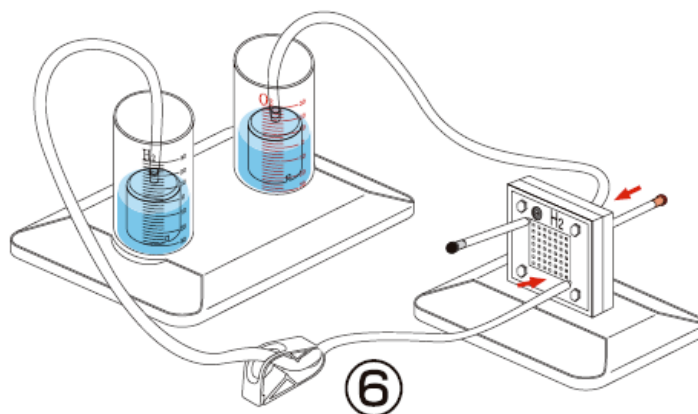

図 6. 貯蔵タンクと電気分解装置のチューブによる接続
⑥ H_2 側の貯蔵タンクに接続したチューブの端を電気分解装置 (黒の水素側の下側のノズル) に取り付ける. O_2 側の貯蔵タンクに接続したチューブの端を電気分解装置 (赤の酸素側の下側のノズル) に取り付ける (図 6 参照).